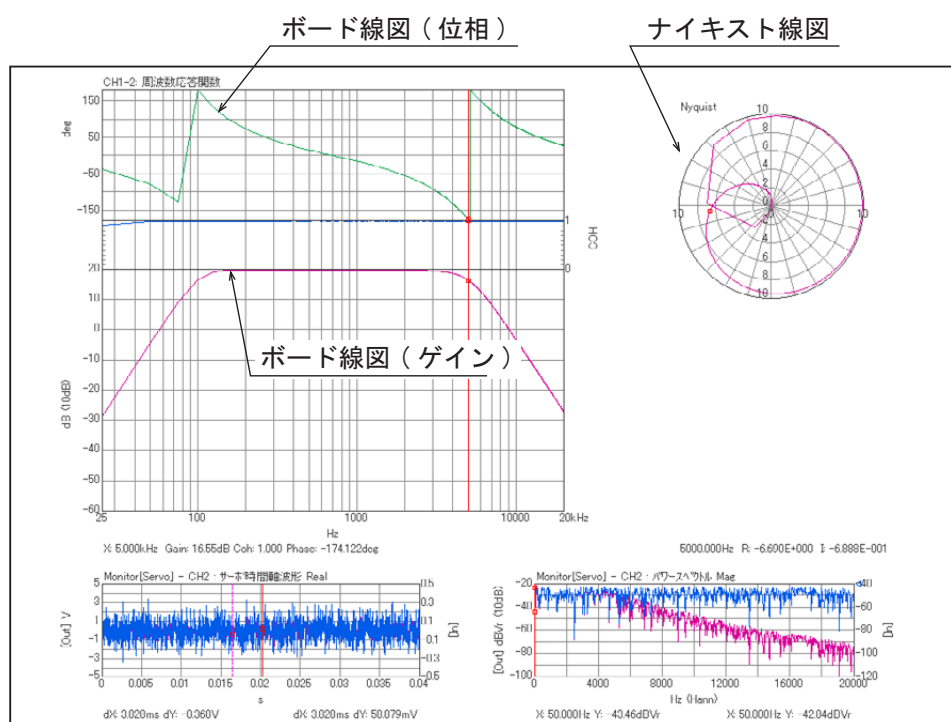

図 4 フィルタの周波数特性例 (FFT 法、シングルレンジ)
- ⑥ コマンドツールバーの「STRAT」ボタンを押して、計測をスタートさせます。図 4 に計測結果を示します。この条件での計測時間は約 3 秒です。